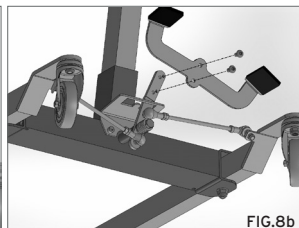

FIG.8b
- 7a. Inserire il pedale per l'apertura della base e bloccarlo con le sue viti. (Fig.8b - per modelli RI811-RI821-RI822-RI825-RI826)